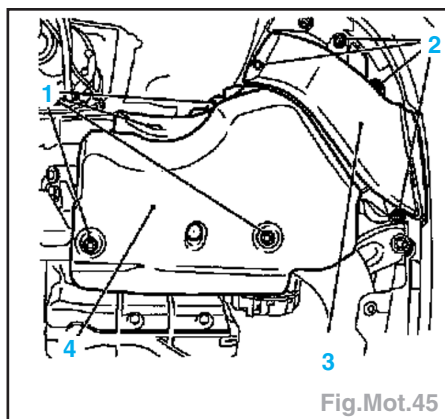

Fig.Mot.45
- la protection inférieur du moteur (4), le conduit d'aération (3) et les vis (1 et 2) (Fig.Mot.45).
- Reposer la protection inférieur du moteur (4), le conduit d'aération (3) et les vis (1 et 2) (Fig.Mot.45).